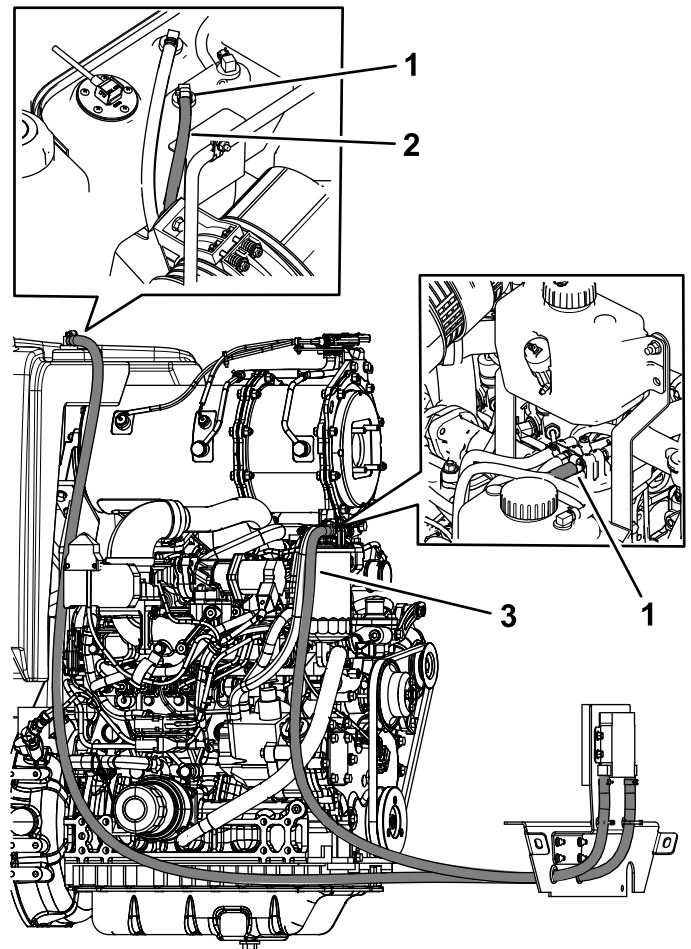

Figura 6
4. Prenda o tubo curto à ligação do filtro de combustível com uma abraçadeira e o tubo comprido à ligação do depósito de combustível com uma abraçadeira (Figura 6).